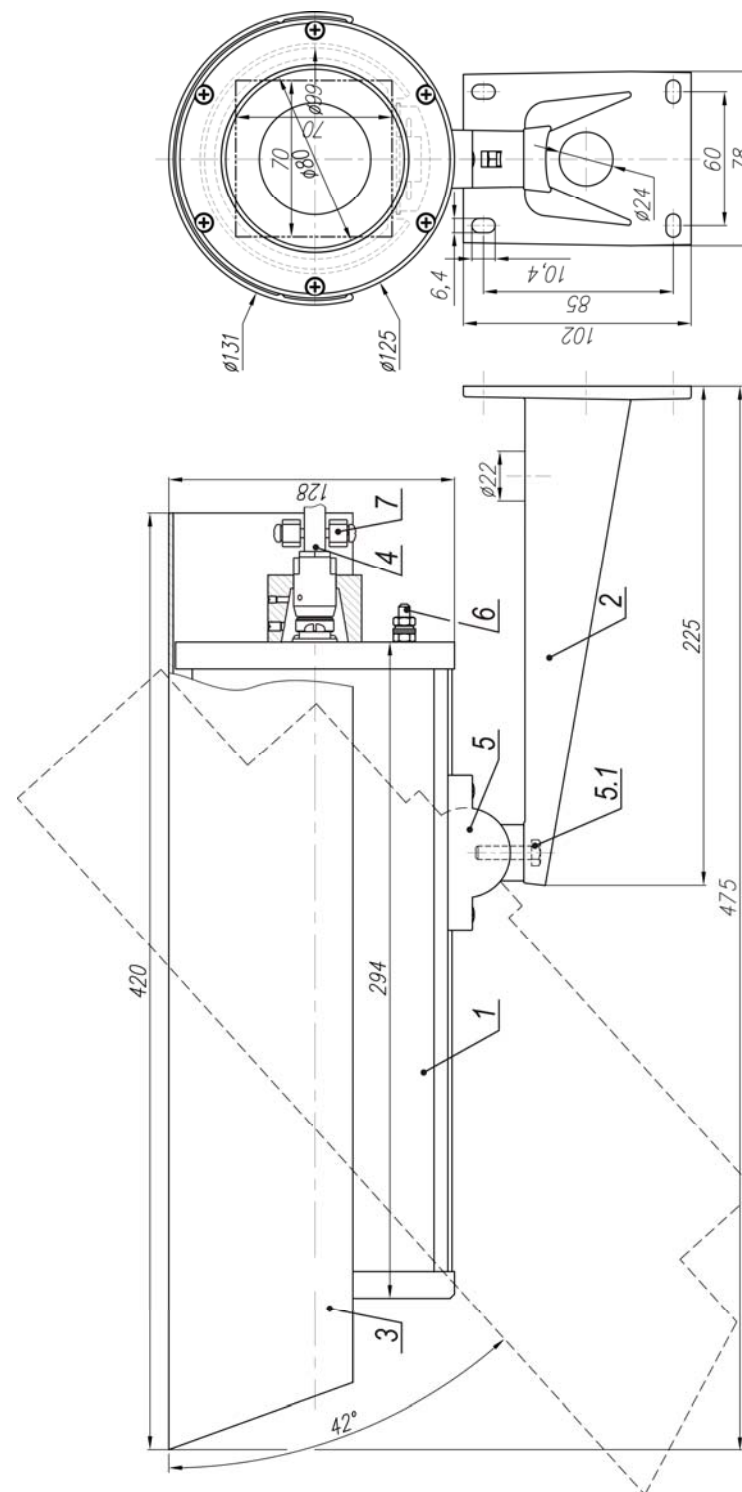

Рис.1 Габаритные и установочные размеры ТВК-85 IP Ex
2. Ослабив болт фиксации шарнира (поз.5.1 рис.1), установить гермобокс на нужное направление обзора, после чего надежно зафиксировать шарнир затянув болт.
3. Заземлить гермобокс с помощью болта заземления (поз.6 рис.1).
Состав изделия: (см. рис.1)